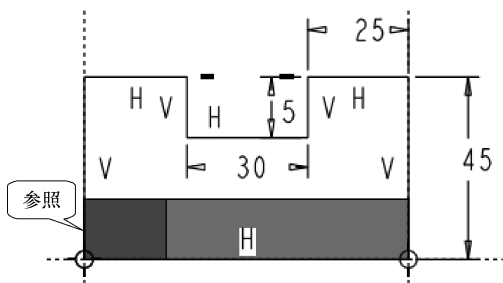
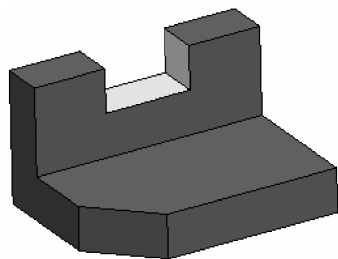

图 4-51 草绘竖板截面
图 4-52 完成竖板
(5) 单击【基础特征】工具栏中的【拉伸】按钮,选取“FRONT”基准面作为草绘平面,草绘方向使用默认设置,使用默认参照,进入草绘界面。
(6) 选择菜单栏中的【草绘】|【参照】选项,弹出【参照】对话框,根据提示加选底板左表面作为参照,如图4-51所示。
(7) 草绘如图4-51所示的竖板截面,注意尺寸的标注样式和约束的使用。
(8) 单击【草绘器工具】工具栏中的【完成】按钮,接受草绘图形,进入几何预览模式。在图形区拉伸深度尺寸数字双击鼠标左键,在出现的组合框中输入尺寸“15”,按〈Enter〉键或单击鼠标中键确认。
(9) 在图形区拖动鼠标中键进行预览,无误后单击控制区的【应用】按钮,完成模型竖板特征,如图4-52所示。